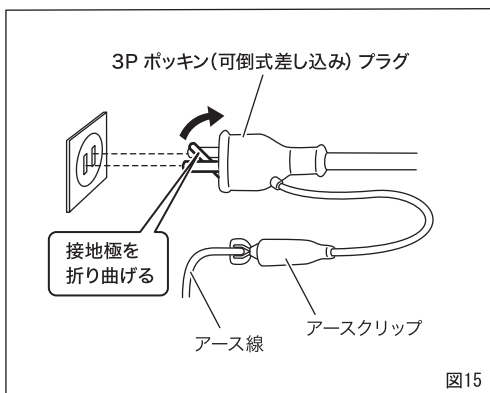

図15
7.使用する電源について (図15)
- ・ アースは、接地極のある電源コンセントに 3P ポッキンプラグ (接地極付プラグ) を差し込んで行ってください。接地極のない電源コンセントに接続するときは、接地極を折り曲げて電源コンセントに差し込み、アースクリップを使用してください。(図 15)